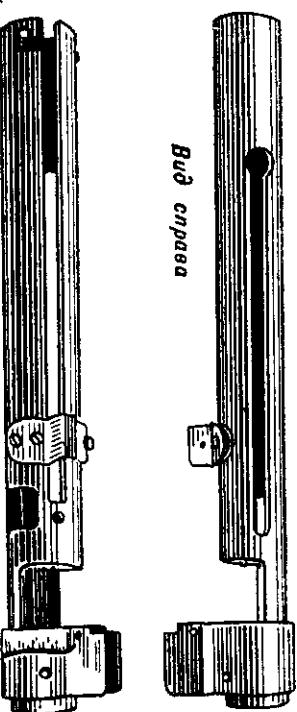

Рис. 4. Ствольная коробка.
В ствольной коробке (рис. 4) помещается затвор и возвратно-боевая пружина. Последняя находится в поджатом состоянии между затвором и затыльником, вследствие чего затвор плотно прижимается к заднему обрезу ствола.
10. **Ствольная коробка** (рис. 4) служит для соединения всех частей пулемета. Имеет вид цилиндра с камнем внутри для затвора и возвратно-боевой пружины. В переднюю часть канала запрессован вкладыш, составляющий одно целое с коробкой. Вкладыш имеет внутри резьбу для соединения коробки с затвором.